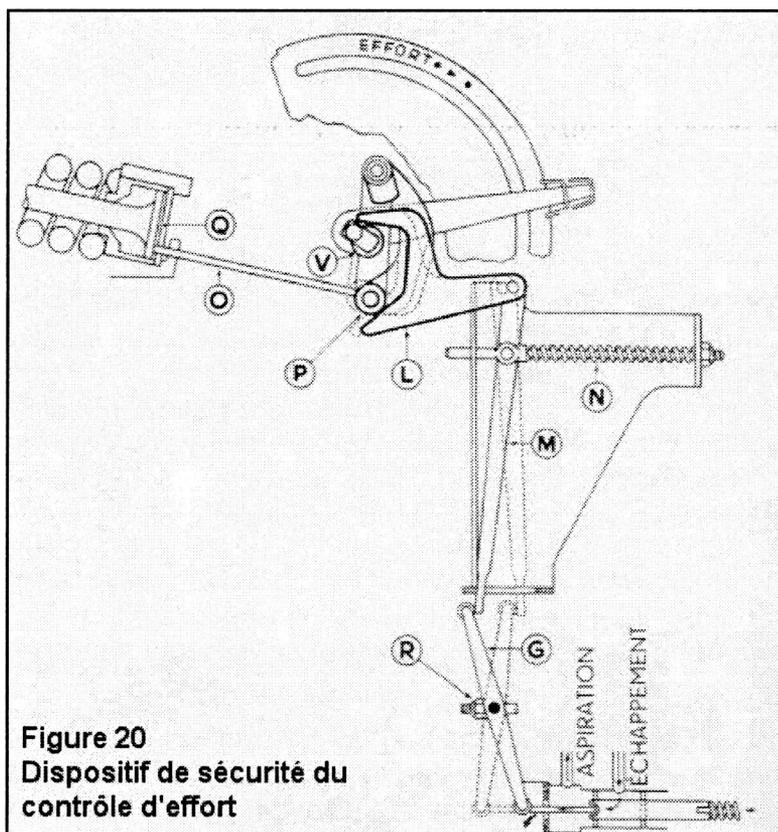

Figure 20
Sécurité contre les obstacles: (voir figure 20).
Les caractéristiques précédentes du système de sécurité sont dues aux positions relatives de la came (L) et du galet (P) (voir figure 20); avec un outil utilisant le contrôle d'effort, la position du galet (P) dépend du degré de compression du ressort, lui même fonction de la réaction à l'effort; mais quelle que soit la position du galet (P), la course pour amener la valve de la position neutre à la position de sécurité ne varie pas. Par conséquent, la came (L) se comporte comme une liaison de longueur variable qui s'ajuste automatiquement en fonction des variations de distance entre le galet (P) et le sommet du levier (M) quand la valve est à la position neutre et de ce fait détermine la valeur constante au supplément de compression du ressort nécessaire pour obtenir le fonctionnement du système de sécurité.